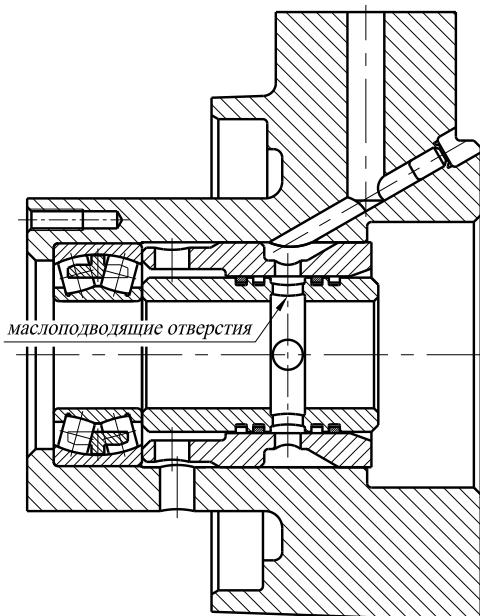

Рис. 37. Установка распорных втулок в
3. Установку распорных втулок в корпус привода необходимо проводить, как показано на рис. 37, чтобы обеспечить совпадение маслоподводящих отверстий.